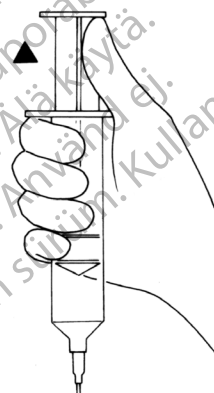

Figura 4-3a. Aspirar ar
5. Aspire quaisquer vestígios de ar que permaneçam no balão até sentir resistência no êmbolo da seringa. (Figura 4-3a)